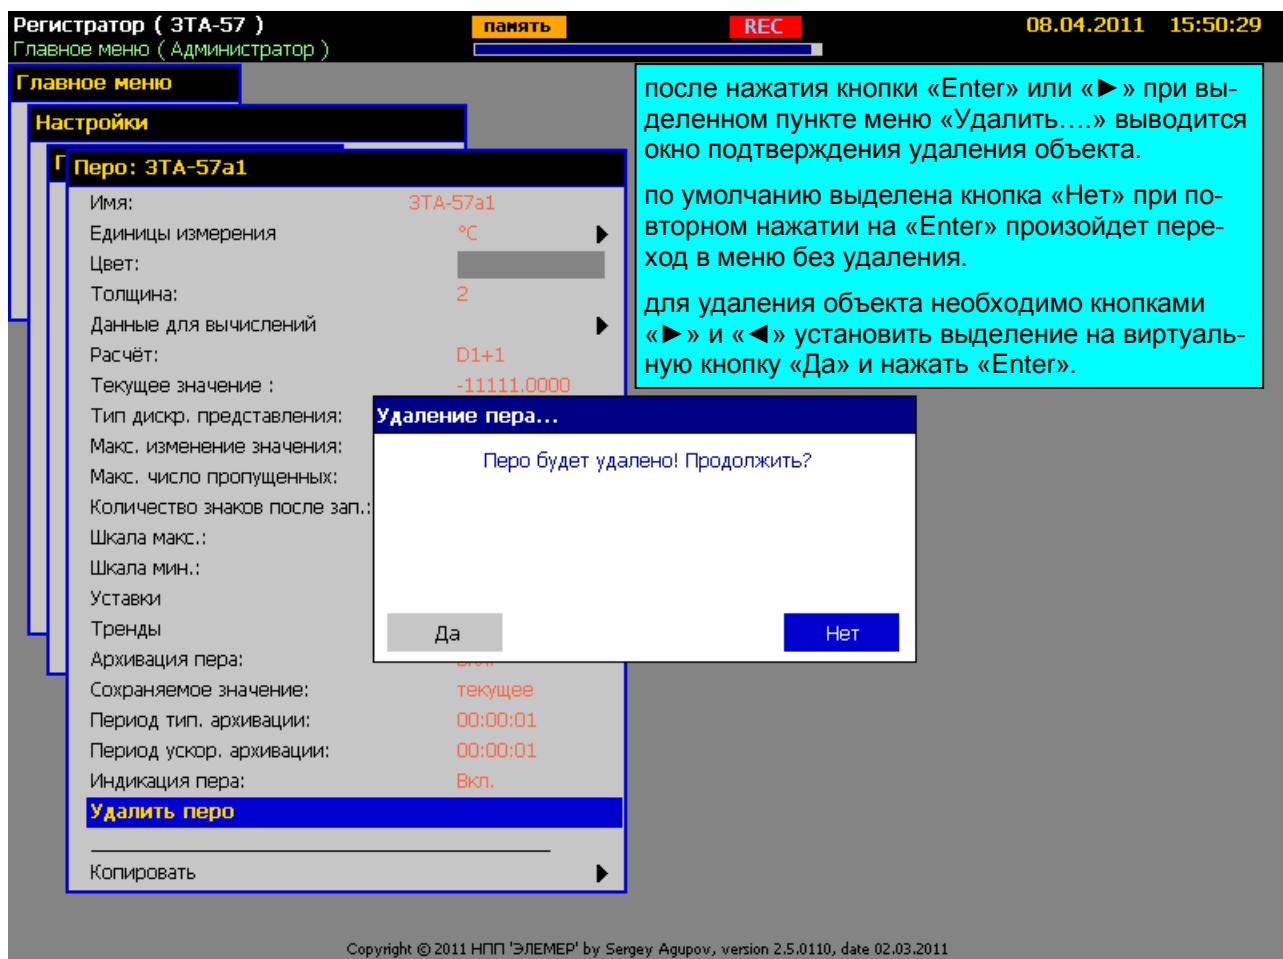

Рисунок 2.22
6) Удаление объектов (см. рисунок 2.22)